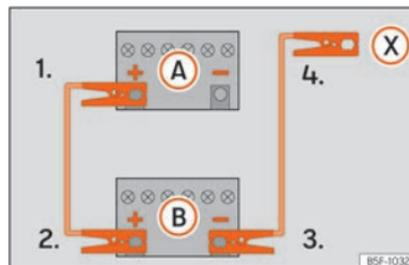

Fig. 43 Esquema de ligação para veículos sem sistema Start-Stop.
⊕ do veículo com a bateria descarregada (A) »» Fig. 43.
3. Ligue a outra extremidade do cabo auxiliar de arranque *vermelho* ao polo positivo ⊕ do veículo que fornece a corrente (B).
- 4a. *Nos veículos sem sistema Start-Stop:* li-gue uma extremidade do cabo auxiliar de arranque *preto* ao polo negativo ⊖ do veículo que fornece a corrente (B) »» Fig. 43.